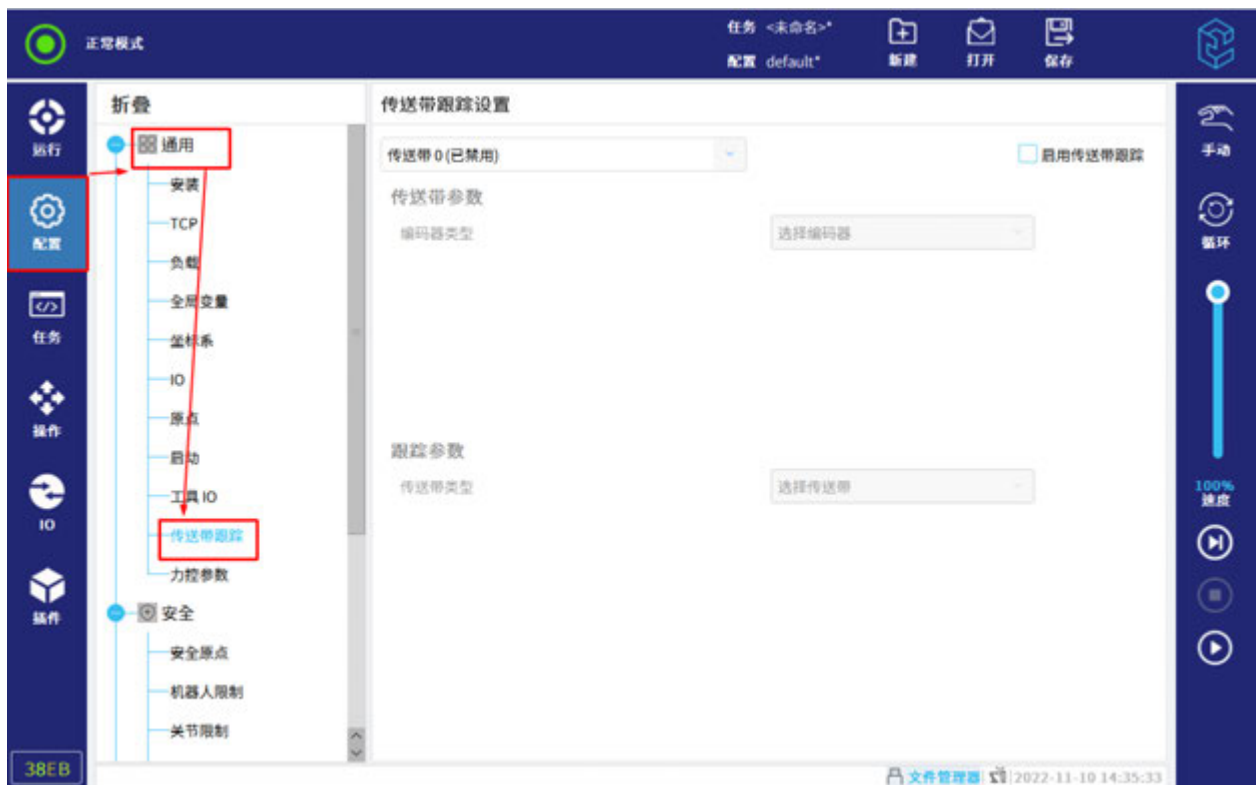

図 11-19 コンベア追跡
4. 「エンコーダカウント変更可能」を「汎用> 通信> Modbus」に接続する Modbus スレーブに設定する、図 11-19 に示す。